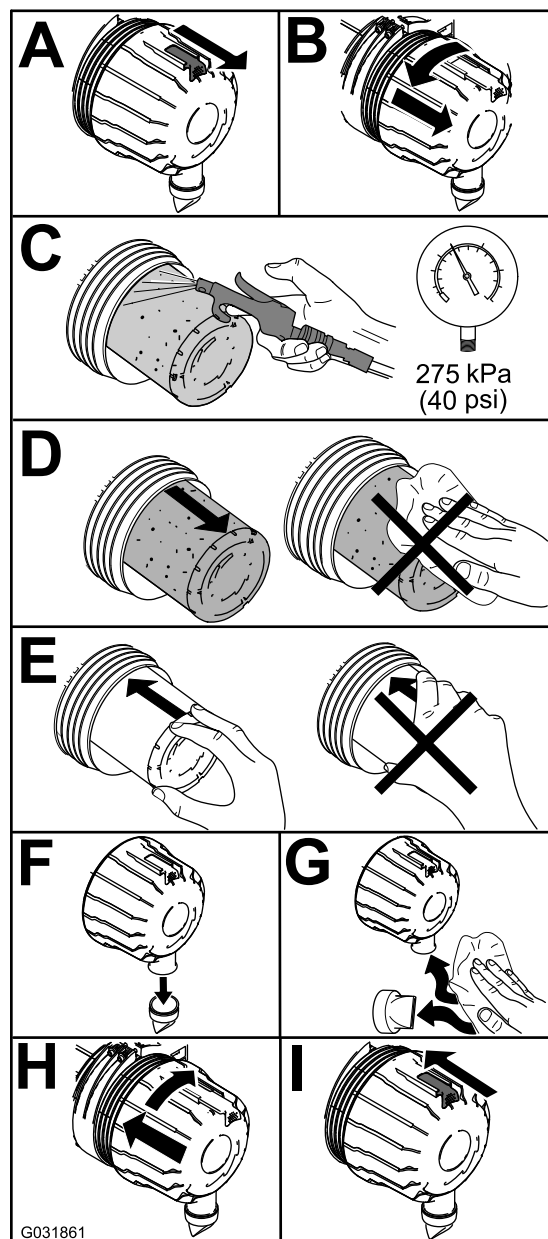

Figura 92
1. Sostituire il filtro dell'aria (Figura 92).